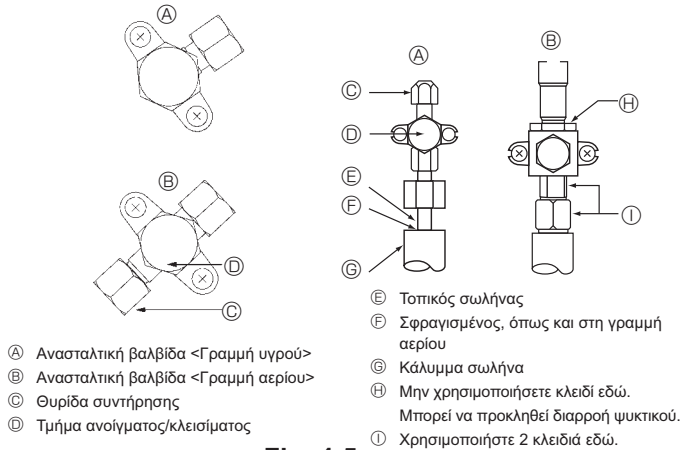

Fig. 4-5
- * Περιστρέψτε μόνο το τμήμα ①. (Μην σφίγγετε άλλο τα τμήματα ② και ③.)
- ③ Σωλήνας πλήρωσης
- ④ Θυρίδα συντήρησης
4.4. Μέθοδος ελέγχου αεροστεγανότητας του σωληνώσεων ψυκτικού (Fig. 4-5)